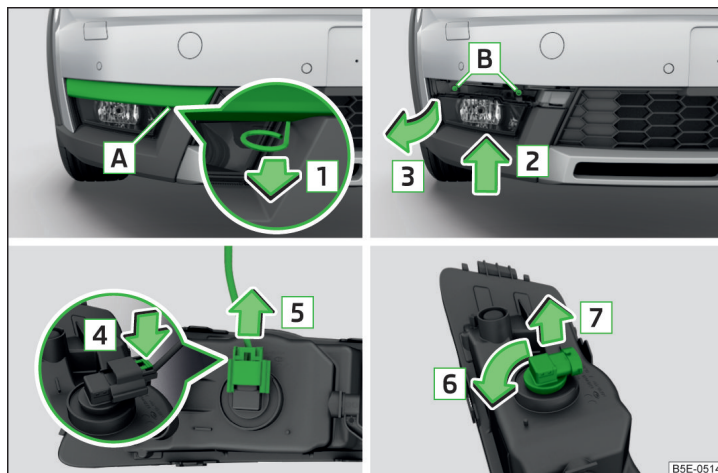

Fig. 248 Démontage du feu antibrouillard/remplacement de l'ampoule - variante 2
- Insérez l'étrier dans l'orifice **A** » fig. 248 pour retirer les enjoliveurs intégraux de roue » page 224, *Outils de bord*.
- » fig. 248 et vissez-le à fond.